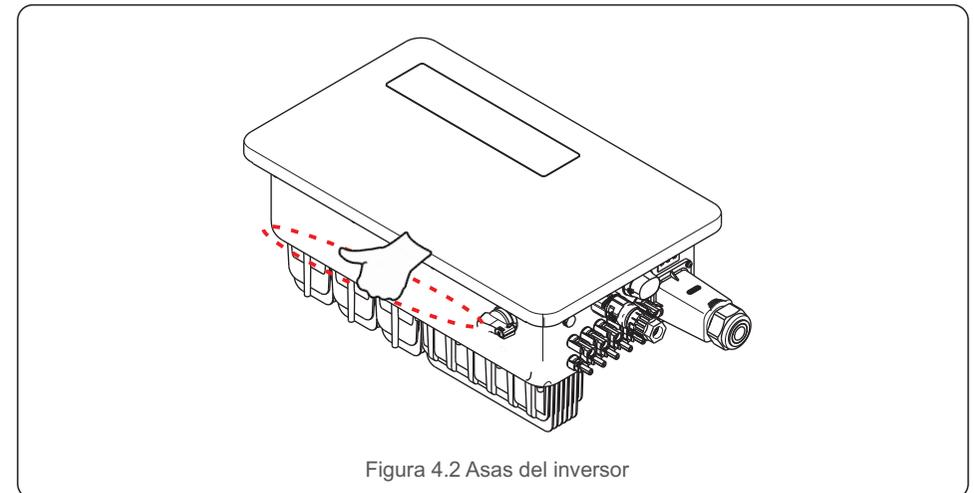

Figura 4.2 Asas del inversor
2. Abra la caja. Se necesita la ayuda de dos personas. Cada persona debe tomar el inversor por ambos lados del embalaje, por la zona señalada con la línea de puntos (consulte la Figura 4.2).